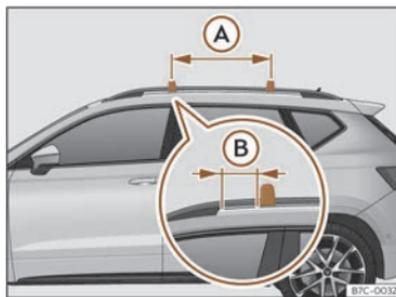

Fig. 174 Punti di fissaggio delle barre trasversali per il portapacchi sul tetto.
Le barre trasversali vanno montate sulle barre laterali del tetto. La distanza tra le barre trasversali >>> **fig. 174** (A) dovrà essere compresa tra i 70 e i 90 cm e la distanza dalle barre trasversali ai supporti sul tetto (B) dovrà essere di 15 cm.